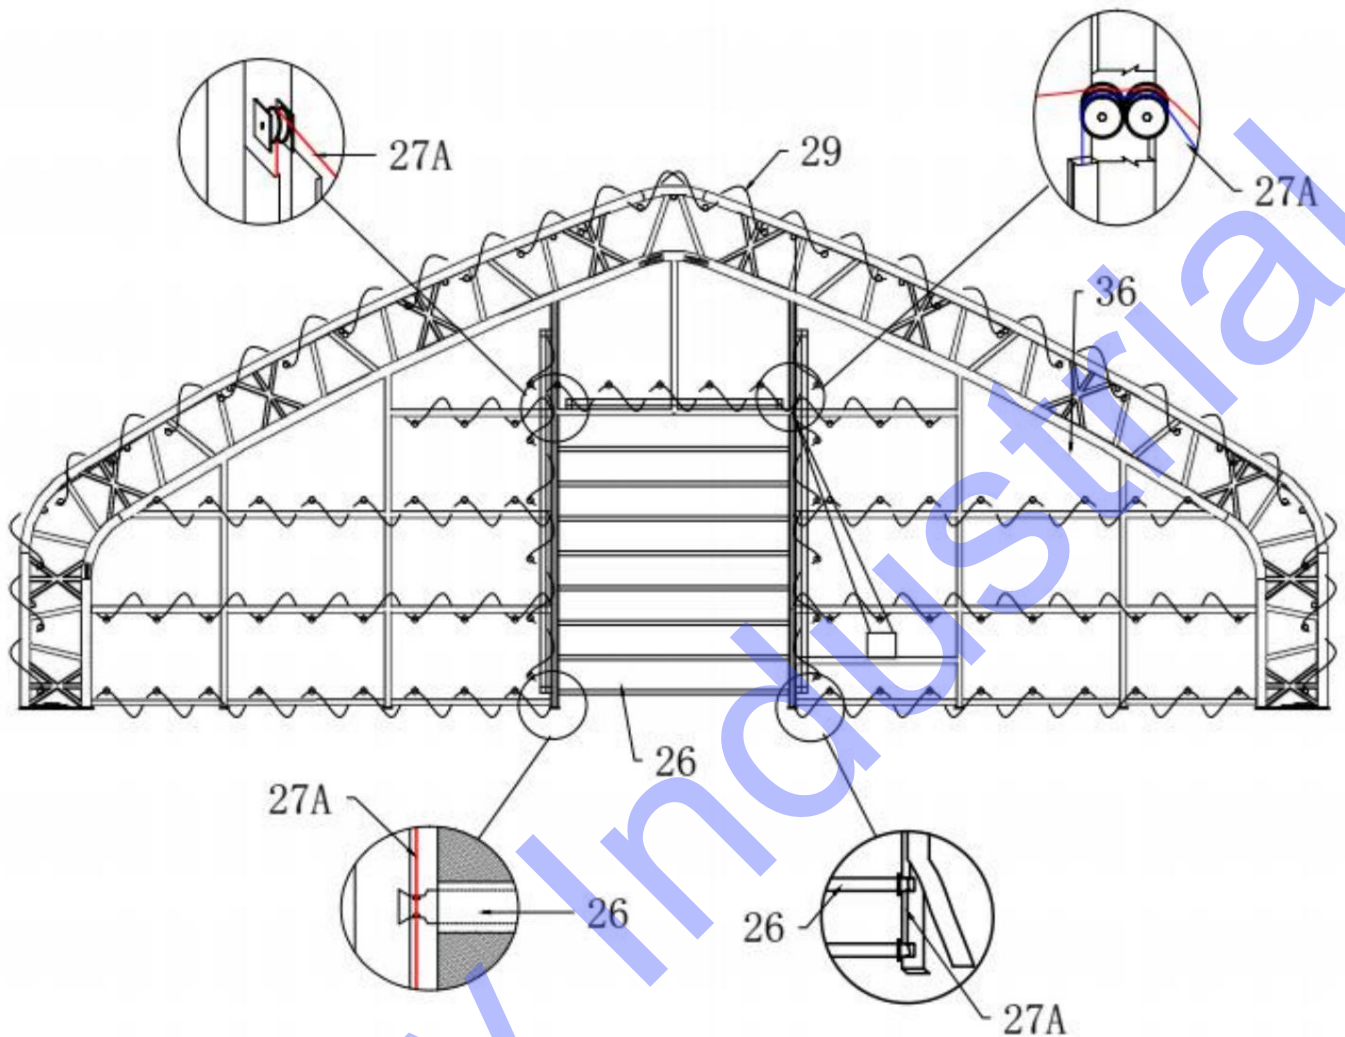

Figure 5
1. Insérez les tubes dans la porte (pièce n° 26) dans la porte mécanique avant et arrière à travers les poches sur les couvercles (voir figure 5), assemblez la porte avant à l'aide du boulon 10x90 (n° 25) et des clips (n° 19), pliez bien le couvercle sur le cadre et tendez le couvercle, enfin rangez les couvercles de la porte avant à l'aide de la corde (n° 29).
2. Même méthode pour assembler la porte arrière. (Voir Figure 5)